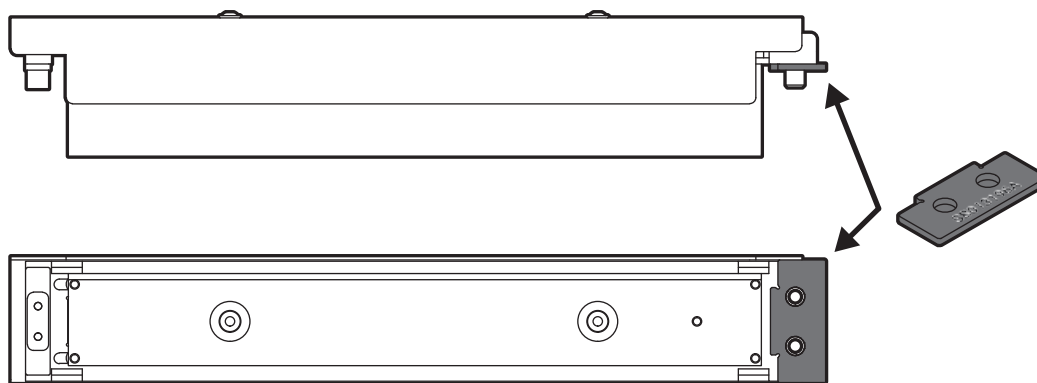

Abb. 8 Der Platz für die Linearführungsscheibe, Typ II (Ansicht der Vorderseite und Unterseite des Recoater Blades).
- b. Linearführungsscheibe, Typ II - Setze die zusätzliche Scheibe (mit gestempelten Nummer) zwischen der anderen Linearführungsscheibe und dem Recoater Blade (rechts). Schraube alles fest zusammen mit zwei M6x10 Schrauben mit der Rippenscheiben (Abb. 8).